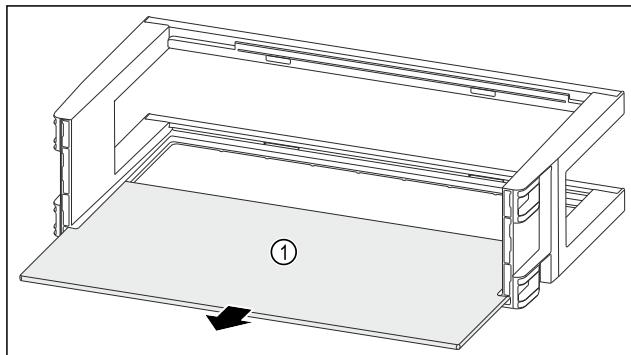

Fig. 107
- Дістаньте полицю Fig. 107 (1).